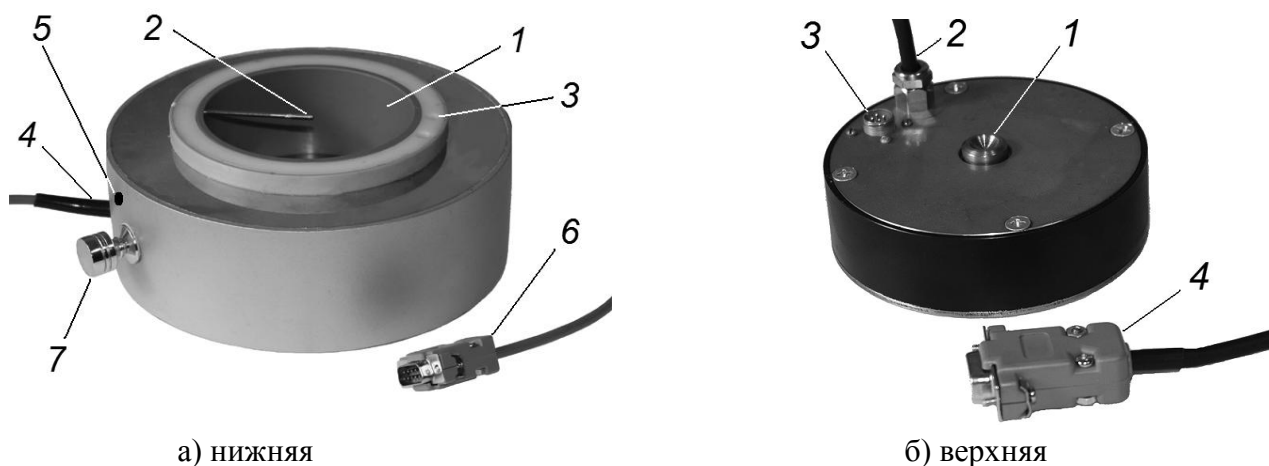

Рисунок 1.4 – Термостатированные плиты
1.4.3.1 *Нижняя термоплита* (рисунок 1.4а) имеет: встроенный датчик температуры для измерения температуры поверхности нижней термоплиты, встроенную емкость (1) для засыпки капиллярно-пористого материала, емкость для заполнения водой (3), датчик температуры для измерения температуры нижней торцевой поверхности образца (2).
- кабель (4) с девятиконтактным разъемом (6) для подключения к блоку управления;
- датчик температуры (5) для измерения температуры воздуха в холодильной камере (только для термоконтейнера №1);
- две рукоятки (7);
1.4.3.2 *Верхняя термоплита* (рисунок 1.4б) имеет: встроенный датчик температуры для измерения температуры поверхности верхней термоплиты, силовоспринимающую бобышку (1), кабель (2) с девятиконтактным разъемом (4) для подключения к блоку управления, разъем для подключения датчика перемещения (3).